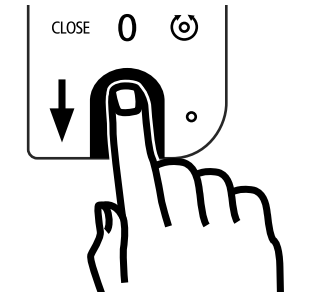

Abb. 8
- 2 Ziehen Sie die Fingerkuppe Ihres eingespeicherten Fingers von oben nach unten über das Sensorfeld (Abb. 8).